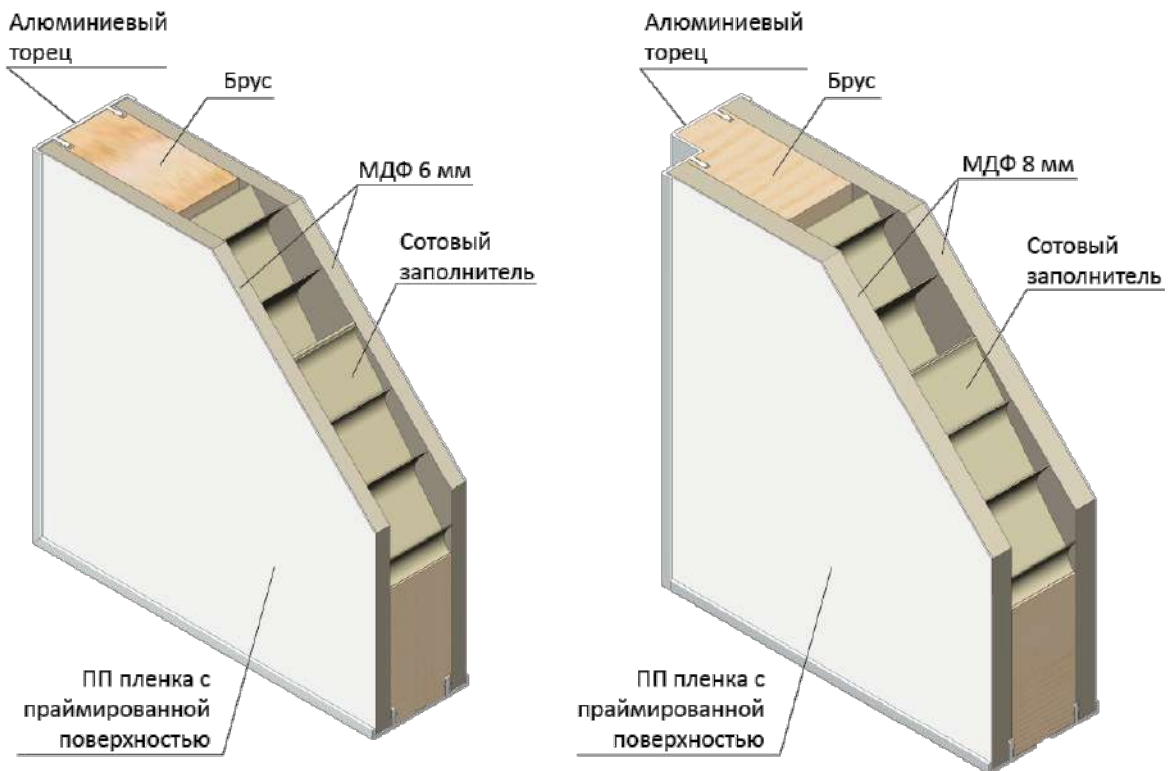

рис. 1
2. Модель PRIME-AL - кромка из анодированного алюминиевого профиля. Толщина дверного полотна 42 мм (рис. 1).
2. Модель PRIME-INSIDE-AL – кромка из анодированного алюминиевого профиля. Толщина дверного полотна 46 мм (рис. 1).